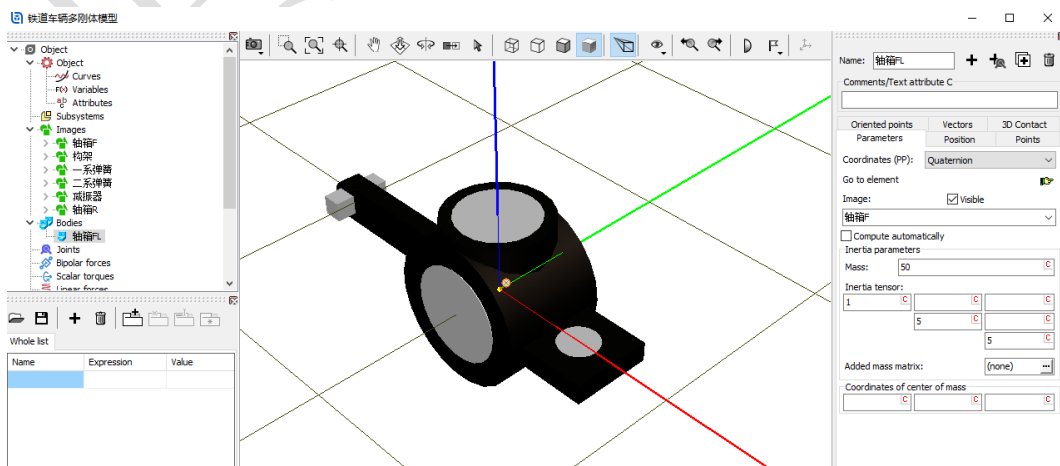

图 3-3
- 4) 创建第一个刚体，命名为**轴箱 FL**，选择几何**轴箱 F**，定义质量 **50**，转动惯量 (**1, 5, 5**)，如图 3-3。